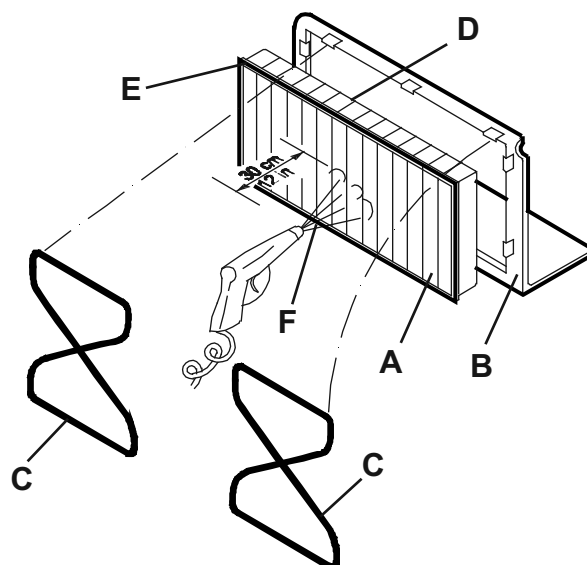

Figure 10
7. Séparer le filtre (A, Fig. 10) du cadre (B) en dégageant les 2 élastiques (C).
8. A l'extérieur, dans un endroit approprié, nettoyer le filtre en le secouant sur une surface horizontale et propre, en battant le côté (D) opposé à celui du joint (E). Compléter le nettoyage à l'aide d'un jet perpendiculaire d'air comprimé (F) (6 bars maximum), en soufflant uniquement du côté du joint (E) à une distance minimum de 30 cm.
Lors du remontage, le filtre doit être orienté avec le joint (E, Fig. 10) positionné comme indiqué dans la figure.